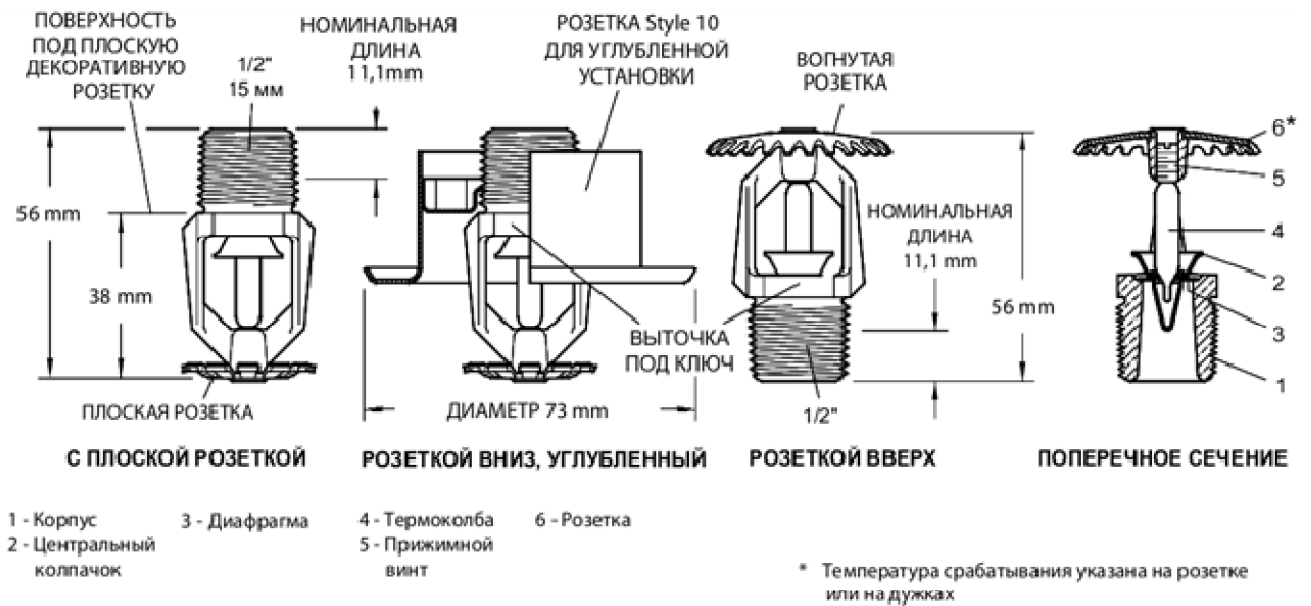
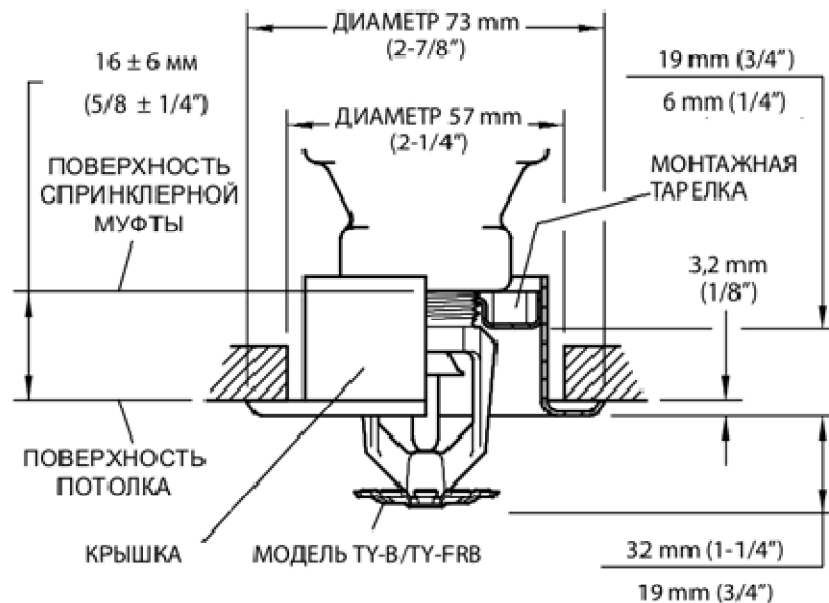

Рис. 1 Спринклер модель TY-B розеткой вниз TY3251, 15 мм (1/2"), К-фактор 80
Рис. 2 Сборка спринклерного оросителя модели TY-B, 15 мм, К-фактор 80 с декоративной розеткой Style 10
Общие виды оросителей и их основные размеры представлены на рис. 1.
- **Шаг 3.** Затяните спринклерный ороситель ключом, используйте только спринклерный ключ модели А (см. рис. 3). Ключ необходимо вставлять в специальную выточку на оросителе (см. Рис. 1).
- **Шаг В.** Затяните спринклерный ороситель ключом. Используйте только спринклерные ключи модели А или модели W-7 (см. рис. 2). Ключ необходимо вставлять в специальную выточку на оросителе (см. Рис. 1).